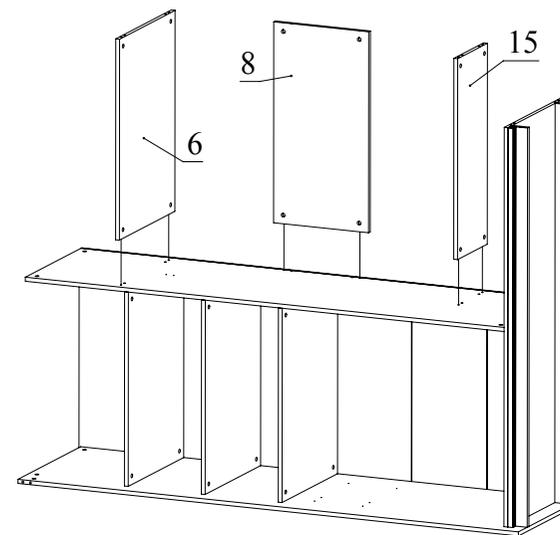

Рис.8
6. С помощью минификс соедините детали 6, 8, 15 и 5 , с помощью конфирматов и минификс соедините детали 2,3 и 5 (Рис.8).